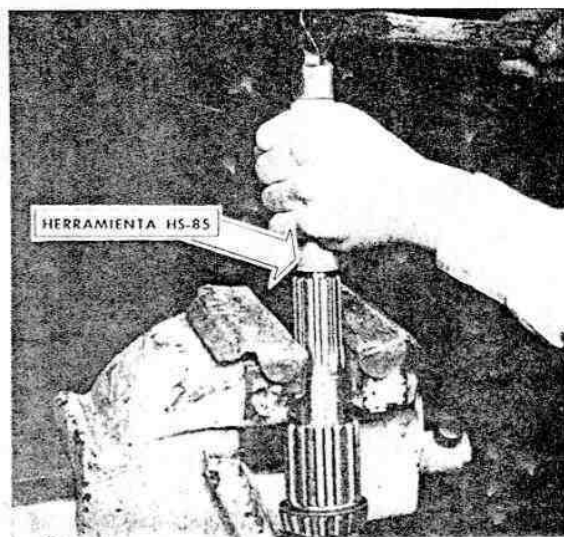

Fig. 162. — Instalando el buje piloto del eje principal, con la herramienta HS-85.
- a) Instalar el buje piloto en el agujero del eje principal, parte delantero, con la herramienta (Fig. 162).